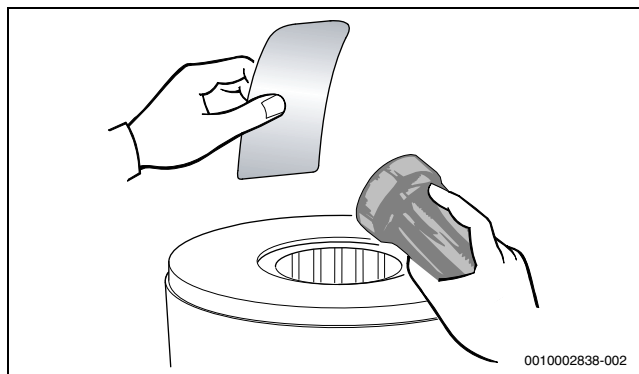

Fig. 110 Contrôler la présence de résidus dans le corps de chauffe
- ▶ Contrôler à nouveau la présence de résidus dans le corps de chauffe (→ fig. 110).